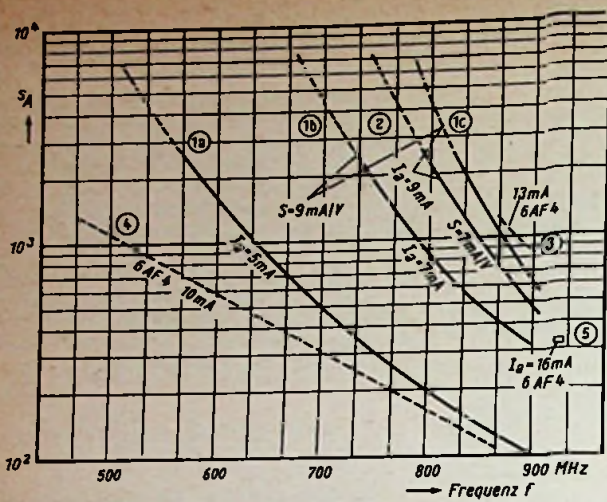

Bild 14. Das Stabilitätsmaß s_A in Abhängigkeit von der Frequenz, vom Anodenstrom und von der Steilheit beim Kasten-oszillator
Wichtig ist auch der Einfluß von Netzspannungsschwankungen auf die Oszillatorfrequenz. Sowohl Schwankungen der Anoden- wie auch der Heizspannung können auf die Frequenz wesentlich einwirken. Anoden- und Heizspannungsänderungen beeinflussen vor allem die Steilheit, die Elektronenlaufzeit, die Raumladung und damit auch die Röhrenkapazität. Änderungen der Röhrenkapazität können durch eine in Reihe oder parallel geschaltete äußere Festkapazität (vgl. Bild 8c!) in ihrer Auswirkung vermindert werden. Bild 14 zeigt das Stabilitätsmaß
in Abhängigkeit von der Abstimm-Frequenz für einen Kastenzosillator mit kapazitiver Abstimmung; $C = 2 \cdot 25 \text{ pF}$ (vgl. Bild 9). Die Kurven 1a, 1b und 1c in Bild 14 gelten für eine bestimmte Röhre EC 93 (Nennsteilheit 9 mA/V) bei verschiedenen Anodenströmen. Man erkennt, daß die Frequenzstabilität mit steigender Frequenz und mit abnehmendem Betriebsstrom sinkt. Kurve 2 ist – bei gleichem Strom wie Kurve 1c – mit einer
Röhre kleinerer Steilheit gemessen. Zum Vergleich ist eine Kurve eingezeichnet (3), welche sich auf Messungen stützt, die bei der RCA mit einer Röhre 6 AF 4 (amerikanische Vergleichstypen) bei 13 mA an einem Kastenzosillator ähnlicher Konstruktion ausgeführt wurden [4]. Ferner ist eine Meßkurve (4), die an einem Mallory-Converter, Modell TV 101 mit Variometer-Abstimmung für die Röhre 6 AF 4 bei 10 mA aufgenommen wurde, angegeben. Schließlich ist noch ein Meßpunkt (5) für einen Oszillator mit offener $\lambda/2$ -Leitung, der mit der Röhre 6 AF 4 bestückt war, bei $I_a = 16 \text{ mA}$ in Bild 14 eingetragen (vgl. [5], S. 119, Bild 6).